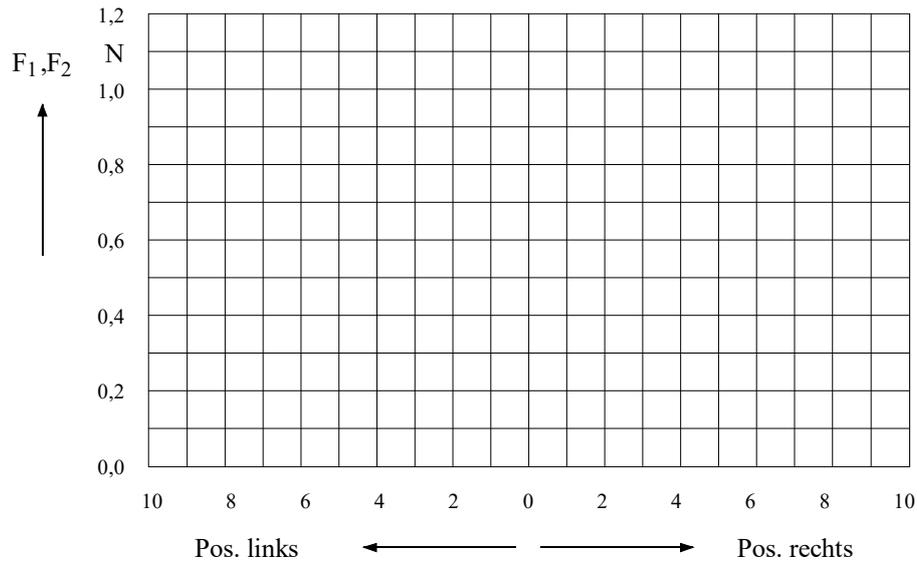

Abb.4: Diagramm (Kraft, Position)
- Trage die Auflagerkräfte F_1 und F_2 in ein Diagramm (Kraft, Position) (Abb.4) ein. Verbinde die Meßwerte durch eine Linie. Welchen Zusammenhang erkennst du zwischen den Auflagerkräften und dem Angriffspunkt der Gewichtskraft des Gewichtstellers?